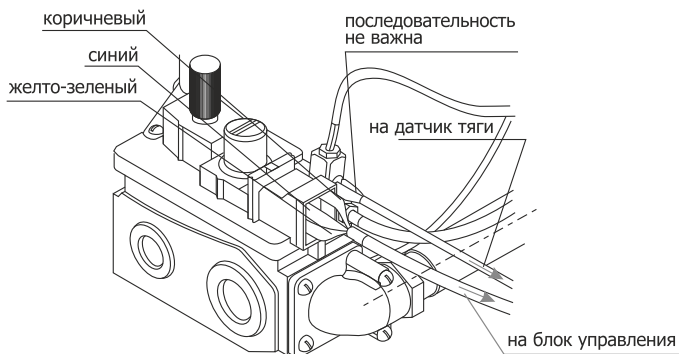

Рис. 6 Подключение газовой автоматики
5. подключить автоматику АГГ к пульту согласно Рис. 6